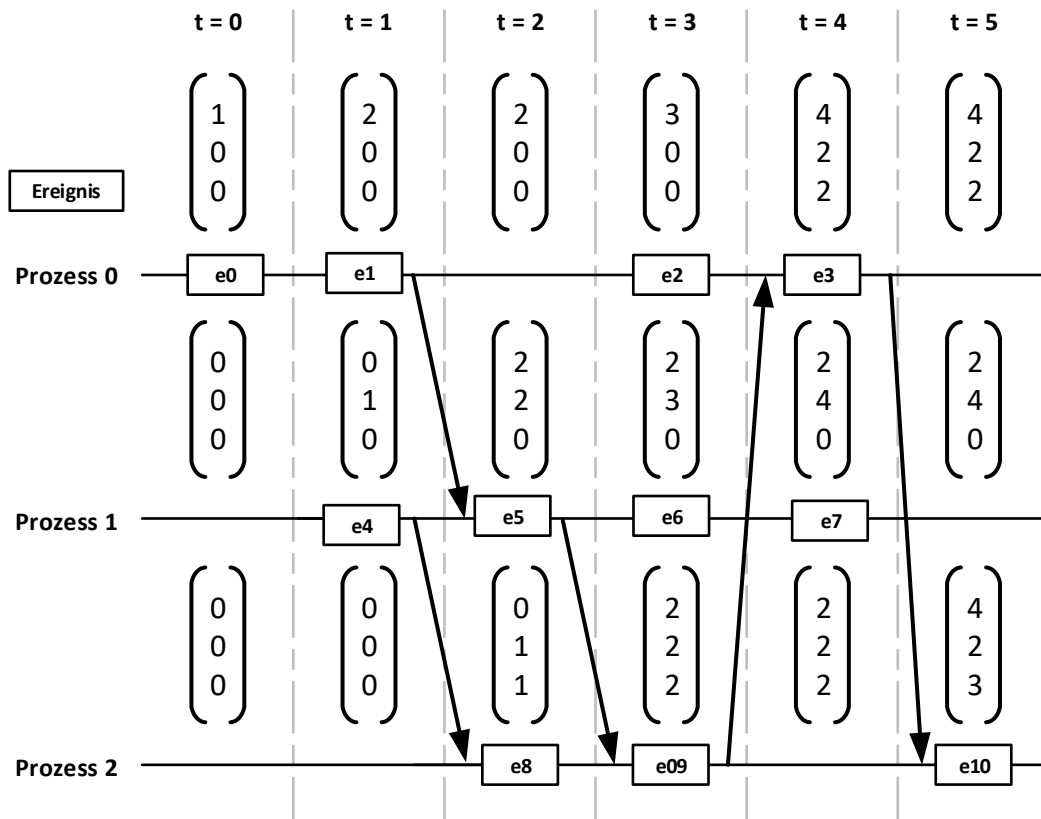

Abbildung 10: Vektor-Uhr mit drei Prozessen
a) Abbildung 10 zeigt ein Vektoruhrsystem mit 3 Prozessen. Tragen Sie die fehlenden Zeitstempel in das Diagramm in Abbildung 10 ein. Prozess 0 soll dabei dem obersten Element in der Vektoruhr entsprechen (Element 0). Allgemein soll gelten: Prozess i entspricht dem i -ten Element in der Vektoruhr.